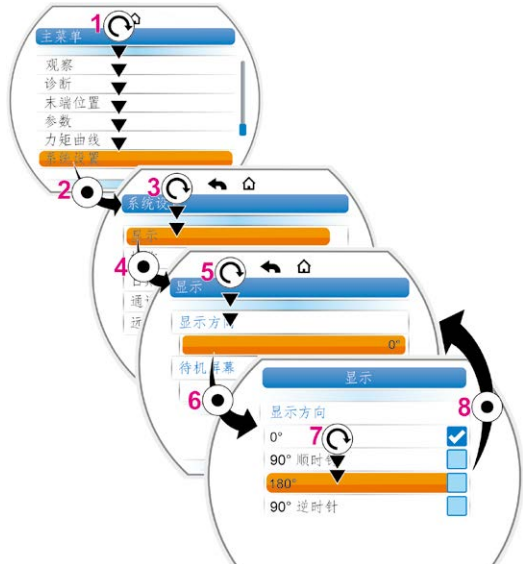

图2：修改显示方向
1. 在“主菜单”（如图2中1所示）中选择“系统设置”并确认（2），进入到“系统设置”菜单。